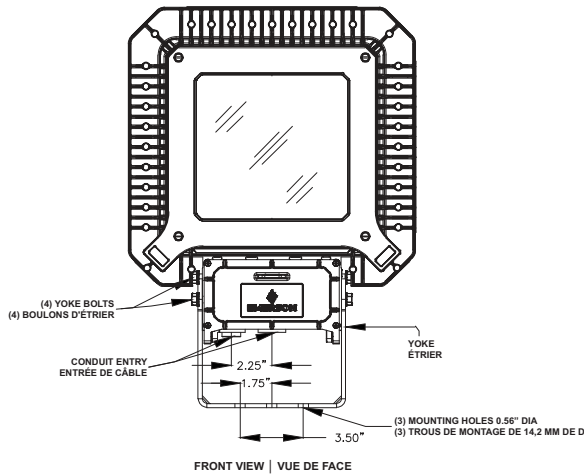

Figure 2: Luminaire with Yoke | Luminaire avec étrier
The Areamaster High Lumen LED luminaire with yoke (supplied) will mount directly onto flat surfaces. The yoke has a center clearance hole for a 1/2 inch bolt and two 1/2 inch clearance holes spaced 3-1/2 inches apart on the yoke center line. See Figure 2.
Le luminaire Areamaster à LED haute lumen avec étrier (fourni) se monte directement sur des surfaces plates. L'étrier est doté d'un trou de passage central pour un boulon de 1/2 po (12,7 mm) et de deux trous de passage de 1/2 po (12,7 mm) espacés de 3,5 po (88,9 mm) l'un de l'autre sur l'axe de l'étrier. Voir la Figure 2.
1. Mount the luminaire with yoke to a flat surface using user-supplied hardware. See Figure 2 for mounting hole locations.
Montez le luminaire avec étrier sur une surface plate à l'aide de quincaillerie fournie par l'utilisateur. Reportez-vous à la Figure 2 pour les emplacements des trous de montage.
2. Slightly loosen the four yoke bolts and tilt the luminaire to the desired position with your free hand. See Figures 2 & 3.
Desserrez légèrement les quatre boulons de l'étrier et, de la main libre, inclinez le luminaire dans la position souhaitée. Reportez-vous aux Figures 2 et 3.